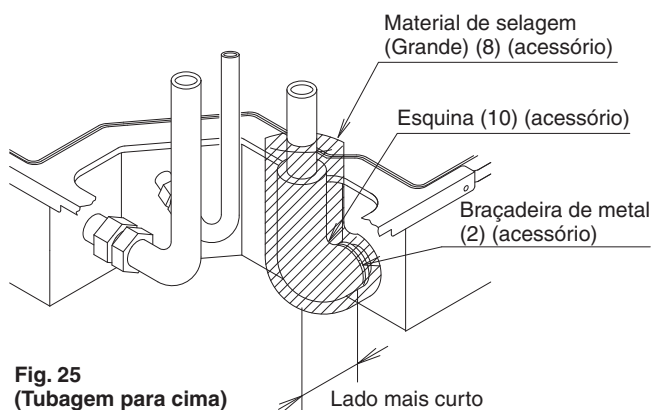

Fig. 25
- A tubagem de drenagem pode ser conectada a partir de 3 direções. (Consulte as Figs. 25, 26 e 27)
(Consulte as Figs. 25, 26, 27 e 31)
(Consulte as Figs. 25, 26, 27 e 33)